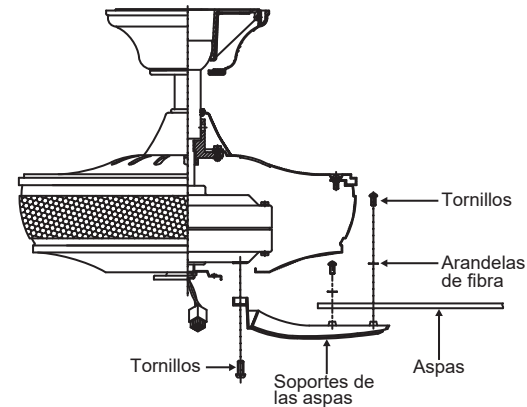

Fig. 16
Paso 1. Acople un aspa al soporte del aspa utilizando los tornillos y las arandelas de fibra proporcionados. (Fig. 16)
Paso 2. Acople cada ensamblaje del aspa al motor utilizando los tornillos de montaje “preinstalados” en el soporte del aspa. (Fig. 16)